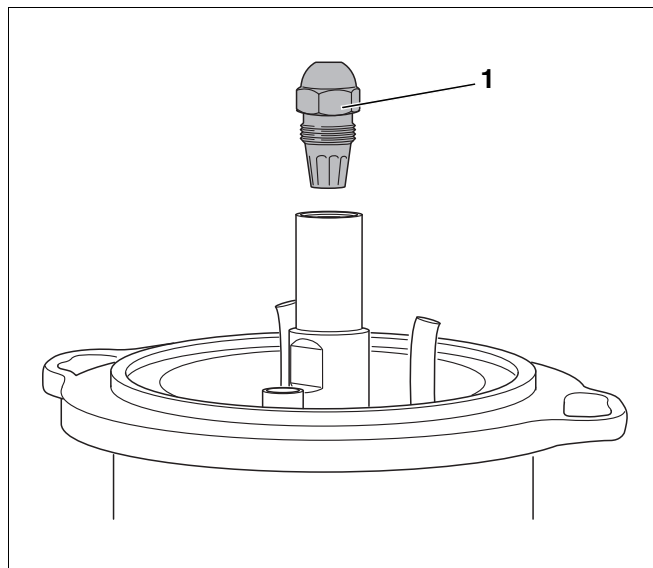

Рис. 28 Демонтаж форсунки
- Открутить форсунку (Рис. 28, **поз. 1**) двумя гаечными ключами SW 16 и SW 19.